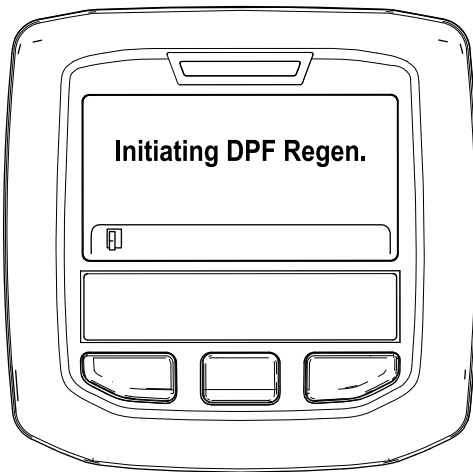

Figura 54
A. Se muestra el mensaje "Initiating DPF Regen." (Iniciando regeneración de DPF) (Figura 54).